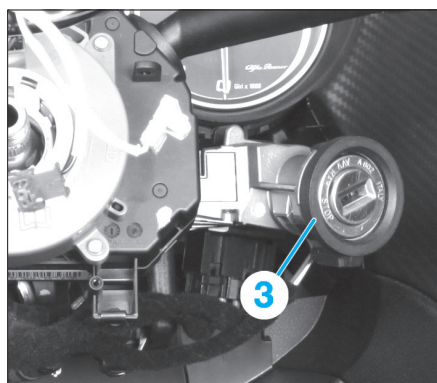

Fig. 10
- Déposer l'antenne code d'antidémarrage (3) puis débrancher son connecteur (Fig.10).